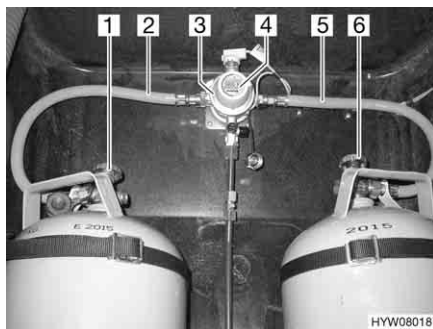
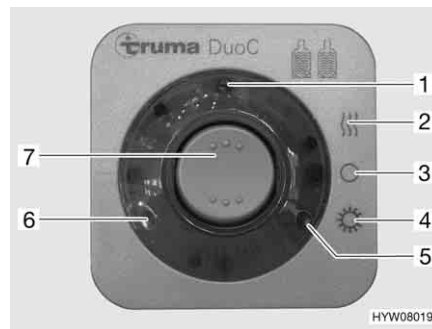

Fig. 114 Dispositif de commutation DuoControl
Fig. 115 Unité de commande
Le dispositif de commutation DuoControl est composé d'une valve de commutation (Fig. 114,3) et de l'unité de commande (Fig. 115). La valve de commutation est montée entre les lyres (Fig. 114,2 et 5). Un bouton rotatif (Fig. 114,4) situé sur la valve de commutation permet de définir laquelle des bouteilles de gaz est celle de service et laquelle est celle de réserve.
Seules les fonctions électriques peuvent être activées sur l'unité de commande (Fig. 115). Les robinets principaux des bouteilles de gaz (Fig. 114,1 et 6) doivent être ouverts manuellement.
La valve de commutation garantit une pression du gaz constante, indépendamment de la bouteille qui fournit le gaz. Les deux voyants de contrôle de l'unité de commande indiquent le niveau de remplissage de la bouteille de service. Lorsque le voyant de contrôle vert (Fig. 115,6) s'allume, la bouteille de service est entièrement chargée. Lorsque le voyant de contrôle rouge (Fig. 115,5) s'allume, la bouteille de service est vide. L'alimentation en gaz s'effectue également par la bouteille de réserve.
- Ouvrir les robinets principaux des bouteilles de gaz (Fig. 114,1 et 6).
- Choisir la bouteille de gaz avec le bouton rotatif (Fig. 114,4) de la valve de commutation (Fig. 114,3) à partir de laquelle le gaz sera utilisé principalement (bouteille de service).
- Mettre en marche le dispositif de commutation DuoControl sur l'unité de commande (Fig. 115).
Pour ce faire, régler le commutateur à bascule (Fig. 115,7) sur régime hiver "Marche et chauffage" (Fig. 115,2) ou bien sur régime été "Marche" (Fig. 115,4). La valve de commutation est maintenant désaérée. Le voyant de contrôle jaune (Fig. 115,1) s'allume si le régime hiver est sélectionné et l'installation de dégivrage est activée.
- Mettre le commutateur à bascule (Fig. 115,7) sur "O" (Fig. 115,3). Le voyant de contrôle jaune (Fig. 115,1) s'éteint.
- Fermer les robinets principaux des bouteilles de gaz (Fig. 114,1 et 6).
**Affichage à distance** Les voyants de contrôle de l'unité de commande (Fig. 115,5 et 6) signalisent à l'intérieur du véhicule si la bouteille de gaz est en état de marche.
**Remplacement des bouteilles de gaz** Si le voyant de contrôle vert (Fig. 115,6) s'éteint durant le fonctionnement et le voyant de contrôle rouge (Fig. 115,5) s'allume, la bouteille de gaz définie comme bouteille de service est vide et doit être remplacée. La bouteille de réserve alimente les appareils à gaz.